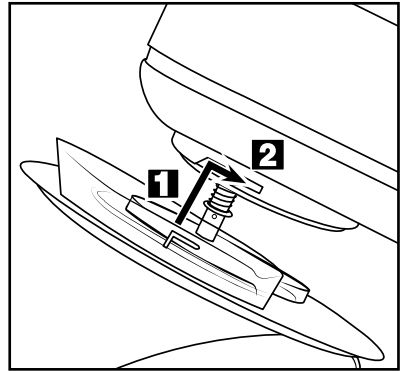
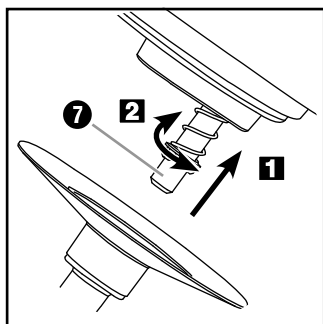

Fig. 1 : Montage du couvercle ⑨
Fig. 2 : Montage des accessoires
- 1) Appuyez sur la touche de déverrouillage ② . Le bras pivotant ① se déplace vers le haut.
- 2) Positionnez le bol mélangeur ⑥ de manière à ce que les crans d'arrêt situés sur le bol mélangeur ⑥ entrent dans l'évidement du socle ⑤.
- 3) Tournez le bol mélangeur ⑥ dans le sens horaire (voir les symboles  et  sur le socle ⑤) de manière à ce qu'il soit verrouillé et bien fixé.
4) Si vous le souhaitez, montez le couvercle ⑨ :
- Poussez le couvercle ⑨ par le bas sur le bras pivotant ① de manière à ce que les crans d'arrêt sur le couvercle ⑨ s'engagent dans les rails sur le bras pivotant ① (fig. 1 / ①). La flèche sur le couvercle ⑨ doit pointer vers le symbole  sur le bras pivotant ① :
- Pour verrouiller, tournez le couvercle ⑨ dans le sens de la flèche , de sorte que le cran d'arrêt s'enclenche et que le couvercle ⑨ soit bien fixé (fig. 1 / ②).
5) Choisissez l'insert ⑩ ⑪ ⑫ adapté :
- Le fouet ⑪ p. ex. pour fouetter de la crème,
- le batteur plat ⑫ p. ex. pour mélanger la pâte à biscuit,
- le crochet de pétrissage ⑩ pour pétrir des pâtes lourdes, p. ex. de la pâte levée.
- 6) En fonction de la tâche, montez le crochet de pétrissage **10**, le fouet **11** ou le batteur plat **12** sur l'axe d'entraînement **7** (fig. 2) :
- Positionnez le crochet de pétrissage **10**, le fouet **11** ou le batteur plat **12** (ci-après "insert") sur l'axe d'entraînement **7** de manière à ce que les deux tiges métalliques de l'axe d'entraînement **7** entrent dans les évidements sur l'insert **10 11 12** (fig. 2 / **1**).
- Appuyez fortement l'insert **10 11 12** sur l'axe d'entraînement **7**, de manière à ce que le ressort s'enfonce, et tournez en même temps légèrement l'insert **10 11 12** dans le sens antihoraire (sens **2**) (fig. 2 / **2**).